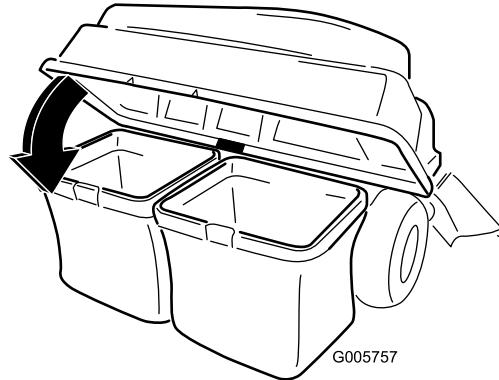

Figure 18
- Abaissez le couvercle du système de ramassage sur le bac (Figure 18).